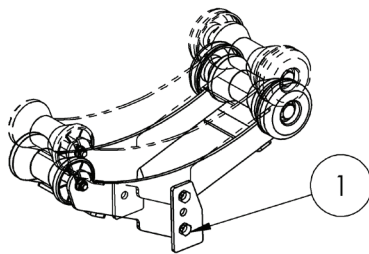

Bild 13. Bakre tippvagga
För att justera kölrullar behöver ni två stycken nr 17 skiftnycklar. Lossa först översta låsmuttern (1) och ställ in hållaren i önskad höjd och sätt in bulten i lämpligt hål. För finjustering kan ni även ändra understa bultens läge (2). Innan åtdragning, kontrollera att hela vikten ligger på bulten och rambalken. För bakre tippvagga behöver ni två stycken nr 19 skiftnycklar. Lossa fästsruvar på vardera sida av vagg (bild 13 (1)). Justera vaggan i önskad höjd och för in bultarna igenom hålen. Dra inte åt skruvarna helt. Lämna något utrymme för gungan att röra sig. Notera, om ni vill begränsa vaggans rörlighet, montera vaggan bak och fram.